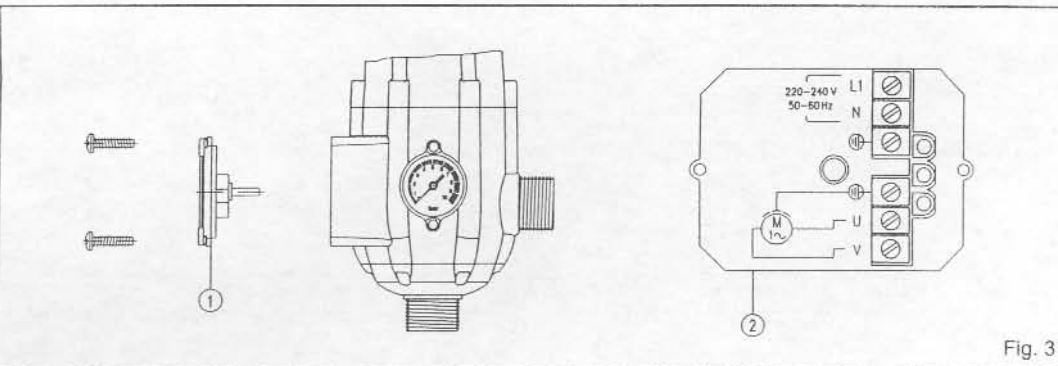

Fig. 3
! BRANCHEMENT ÉLECTRIQUE (Fig. 3)
- d) Raccordement électrique erroné: vérifier les raccordements selon la fig. 3.
- b) Pompe bloquée: témoin lumineux (FAILURE) allumé. Le système de sécurité a fonctionné. Quand l'on agit sur le poussoir manuel de mise en service (RESET) le témoin lumineux (ON) s'allume mais la pompe ne démarre pas. Contacter avec le service technique.
! ELECTRIC CONNECTION (Fig. 3)
- d) Incorrect electric connection: verify the connections according to Fig.3.
- b) Pump is blocked: LED (FAILURE) is on, the security system is activated. When we act on the manual start switch (RESET) the LED (ON) is activated but the pump does not work: consult your dealer.
! ELEKTRISCHER ANSCHLUß (Bild 3)
- d) Elektrischer Anschluß fehlerhaft: den Anschluß durch eine Elektrofachkraft überprüfen lassen. (Bild 3)
- b) Die Pumpe ist blockiert: die Leuchte (FAILURE) ist an, das Sicherheitssystem hat ausgelöst. Nach Drücken des Schalters (RESET) leuchtet die Lampe (ON) auf, aber die Pumpe läuft nicht an. Den Kundendienst der Pumpe zu Rate ziehen.